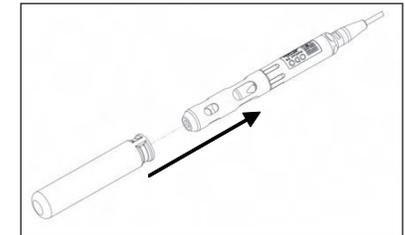

Figura 5
5. Deslice la manga de calibración/almacenamiento por el protector de la sonda con el fin de mantener la sonda en una atmósfera húmeda para su almacenamiento o calibración (Figura 5). Mantenga siempre el sensor en un entorno húmedo para que no se seque el tapón del sensor. (Consulte la sección Mantenimiento y almacenamiento para obtener información adicional).